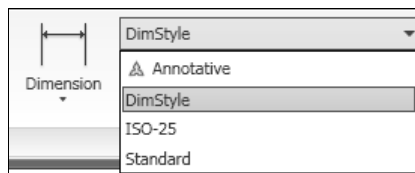

Рис. 13.9. Раскрывающийся список на панели инструментов **Dimension** вкладки ленты **Annotate**
- ♦ из раскрывающегося списка панели инструментов **Dimension** (Размеры) на вкладке ленты **Annotate** (Аннотации) (рис. 13.9);